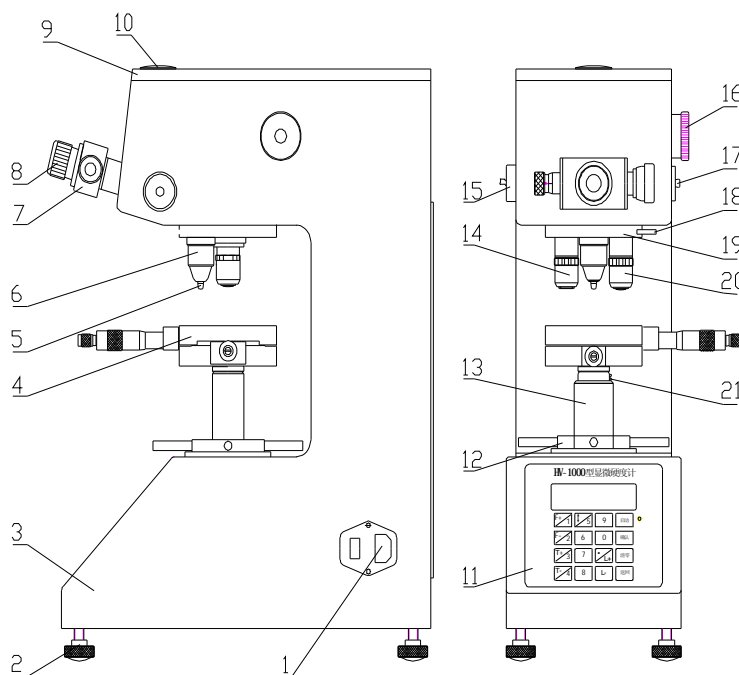

图 1
- 2.1 拆去外包装箱，取出硬度计主机(3)和附件箱(图 1)。
- 2.11 拔出防尘盖，将测微目镜(7)从附件箱中取出，插入孔内，并插到底。其方向按照(图 1)
- 2.12 从附件箱中取出十字试台(4)，十字试台的轴插入升降丝杆(13) 孔内，其方向按照(图 1)，并紧 M5 螺钉（21）。旋转微分筒可使十字试台平面 X-Y 方向移动。